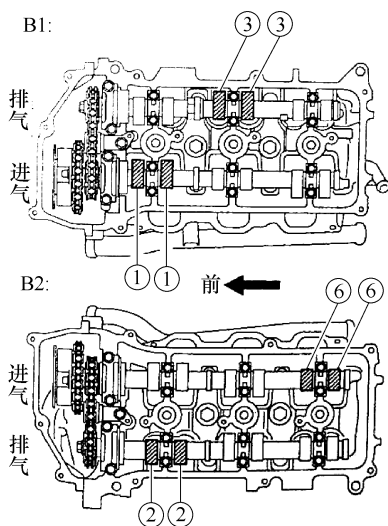

图 1-252 测量气门间隙
② 检查并确认凸轮轴正时齿轮的正时标记对准轴承的正时标记。
③ 如果没有对准,则转动曲轴 1 圈(360°),使上述正时标记对准。
① 检查图 1-252 中所示的气门。